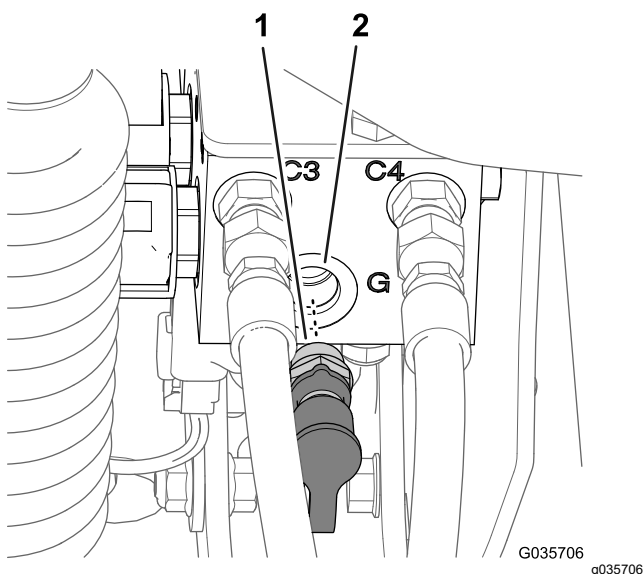

Figura 10
4. Îndepărtai fittingul de diagnoză i capacul de la portul G al colectorului cilindrului de ridicare vechi (Figura 10)